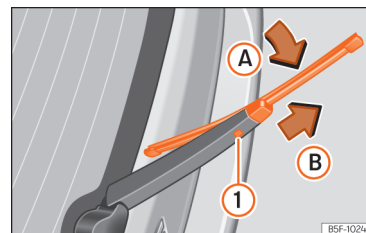

Рис. 162 Заміна щітки заднього склоочисника.
- Трохи поверніть щітку >>> **рис. 162** (стрілка **A**).
- Натисніть кнопку ① і легко потягніть щітку в напрямку стрілки **B**.